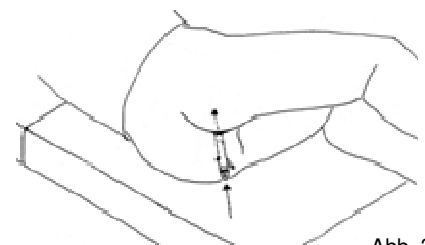
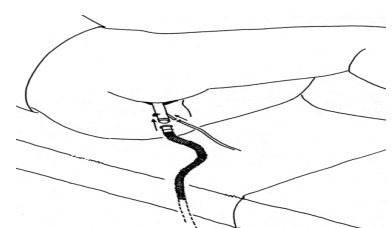

Abb. 3
Abb. 4
- Einführhilfe entfernen (Abb. 3) und freies Ende des Ab- und Zulaufschlauches fest auf das Spekulum aufstecken (Abb. 4).